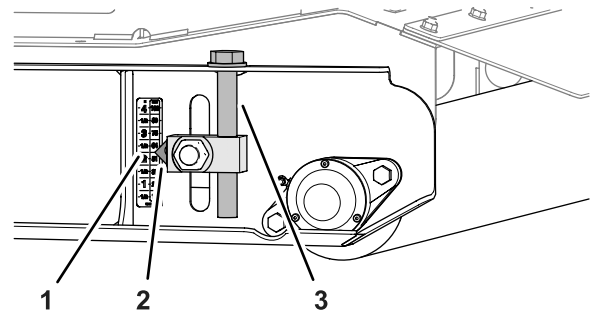

Figura 83
- En el rodillo trasero, suba los ajustadores de altura de corte izquierdo y derecho hasta la marca de 57 mm (2¼") de la pegatina (Figura 83).